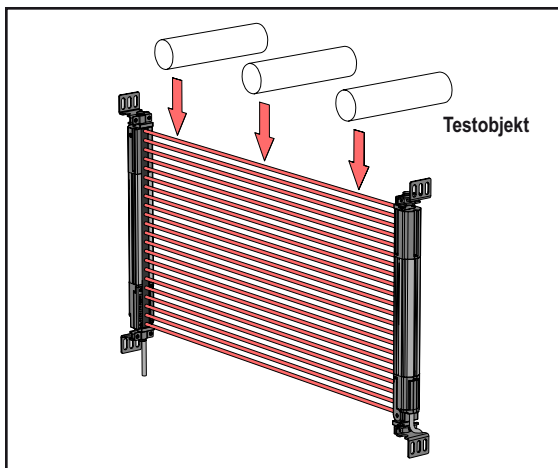

Abbildung 1. Detektionsfunktionstest an EZ-SCREEN LP
- 5b Führen Sie das Testobjekt bei stillstehender überwachter Maschine an drei Stellen nach unten durch den definierten Bereich: in der Nähe des Empfängers, in der Nähe des Senders und auf halbem Weg dazwischen (Abbildung 1).